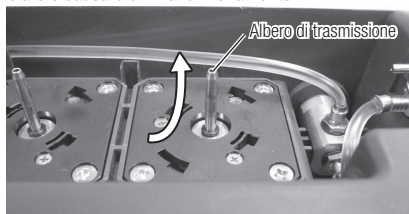

Fig.40
- Rimuovere le impurità e l'acqua dall'albero di trasmissione dal basso verso l'alto. (Fig. 40)